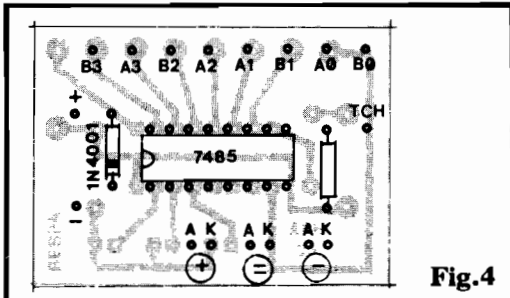

Fig.4
- FIG. 4 - “CHAPEADO” DA MONTAGEM - VISTA DOS COMPONENTES SOBRE A PLACA - Conforme já foi dito, diretamente **em cima** das plaquinhas são poucas as peças... Os únicos cuidados que o Leitor/Hobbysta deve ter são quanto ao correto posicionamento do Integrado (extremidade marcada voltada para a localização do diodo) e do diodo (extremidade marcada “virada” para a borda da placa que contém as conexões aos LEDs...). O “grosso” das ligações são feitas externamente à placa, através dos vários contatos periféricos devidamente codificados e cujos detalhamentos serão vistos adiante...
pelo lado não cobreado (como na fig. 4). Observar (e comparar com a fig. anterior...) os códigos atribuídos a cada ponto periférico de ligação...).